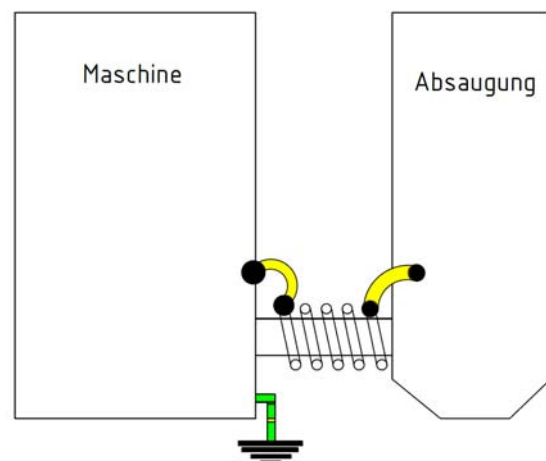

Abb. 4: Anschluss Maschine und Absauganlage
Schritt 3: Filter über den Stutzen ziehen und mit dem Spannband befestigen (Bild 4).